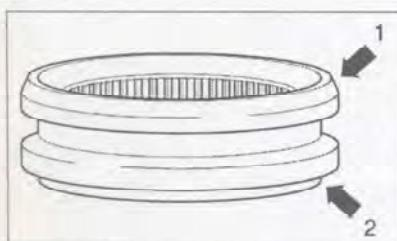

Рис. 7.112. Установка скользящей муфты синхронизатора 1-й/2-й передач.
28. При установке скользящей муфты конус (стрелка 1) должен быть направлен в сторону шестерни 2-й передачи (рис. 7.112). Сторона с буртиком (стрелка 2) должна быть направлена в сторону шестерни 1-й передачи.